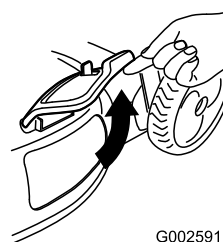

Figure 29
2. Soulevez et ouvrez le volet d'éjection latérale (Figure 29).